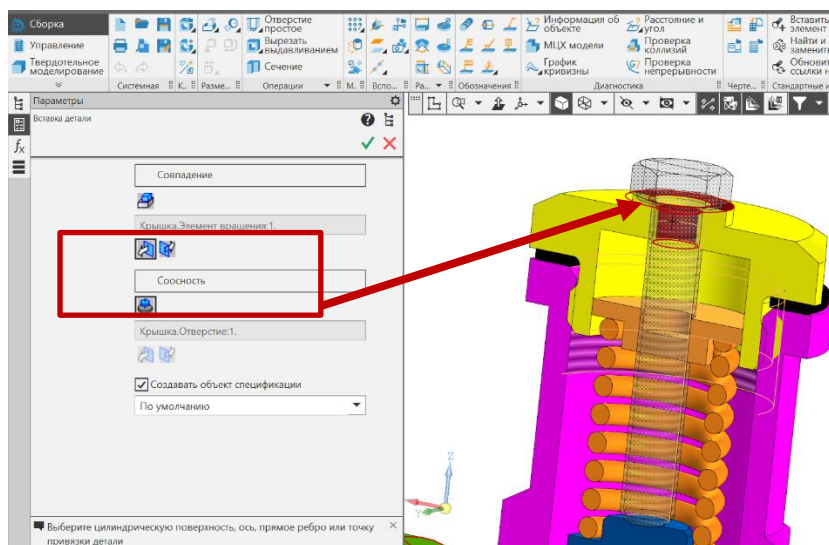

Рис. 36 Сопряжение «Соосность» Крышки и Винта
- **Сборка – Размещение компонентов – Сопряжения – Соосность** стержня винта и резьбового отверстия в Крышке (рис. 36).
- **Сборка – Размещение компонентов – Сопряжения – Совпадение** плоскости основания и головки винта и торцевой поверхности крышки (см. рис. 36). Винт зафиксирован.